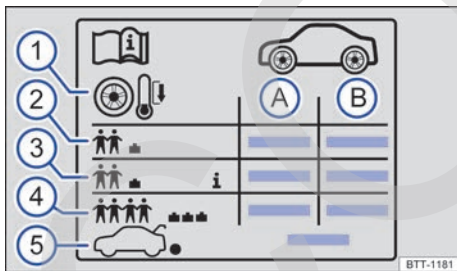

Fig. 167 Símbolos en el adhesivo de la presión de los neumáticos.
Datos que figuran en el adhesivo → fig. 167:
En función del vehículo, el adhesivo de la presión de los neumáticos puede incluir una presión de confort → fig. 167 ③. La presión de confort permite aumentar el confort de marcha. Cuando se circula con la presión de confort, puede que se incremente el consumo de combustible. ▶